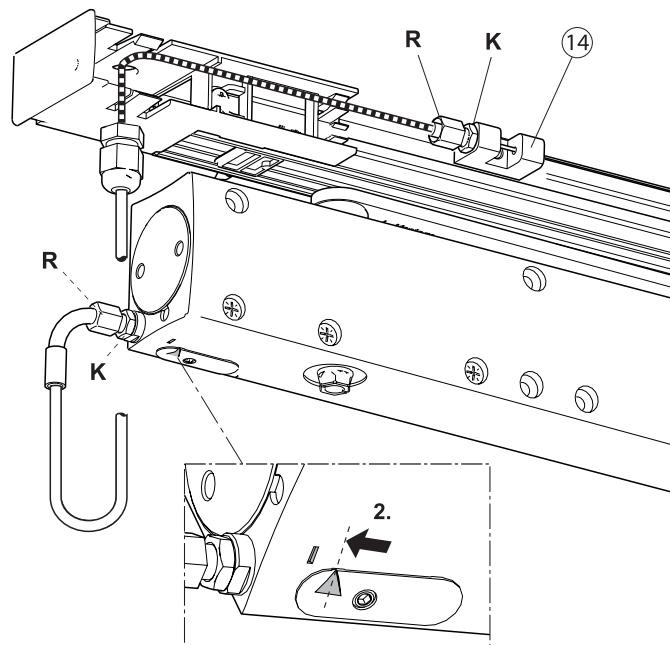

Abb.: 6.6.1
- Drahtseil so spannen, dass das IS-Ventil (Abb. 6.6.1) am Türschließer Gangflügelseite **nicht** betätigt wird (4.).